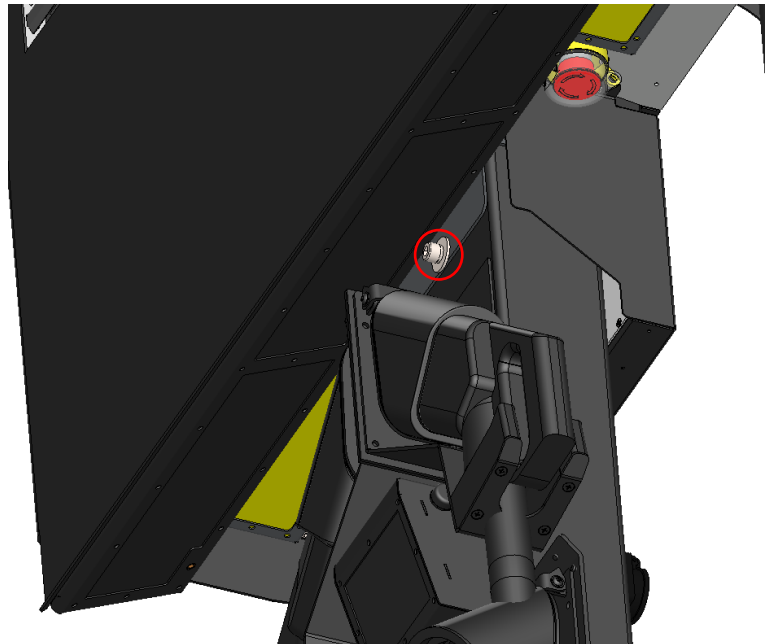

Рисунок 5.10. Розташування гвинта на зворотній стороні станції
2) Викрутити гвинт на зворотній стороні станції (рис. 5.10) і рухом вниз зняти корпус фільтру;
- 4) Закріпити гвинтами 6 (Рисунок 5.10);